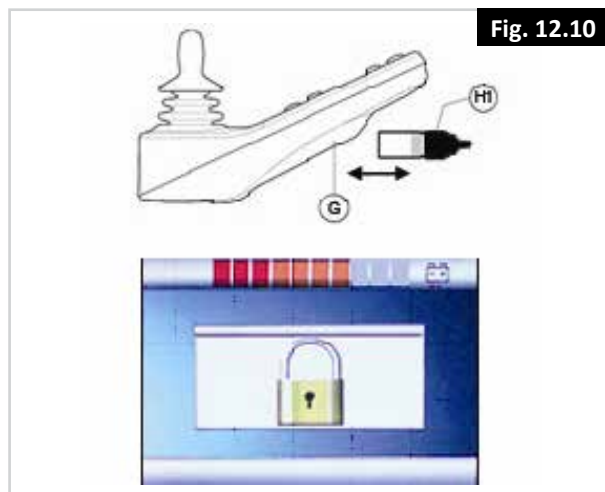

Fig. 12.10
Para bloquear el mando con una llave especial (H1 en la Fig. 12.10):
- Inserte y retire la llave especial en el enchufe del cargador en el mando (G en la Fig. 12.10). El mando ya ha quedado bloqueado, y aparecerá la siguiente pantalla.
- Inserte y retire la llave especial en el enchufe del cargador en el mando (G en la Fig. 12.10). El mando ya está desbloqueado.